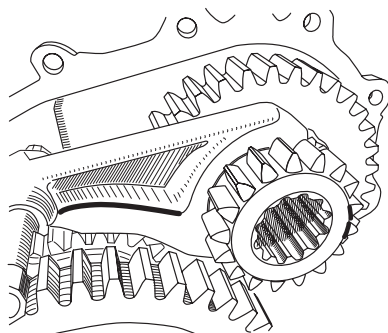

Рис. 12
7. Если в РК используется усиленная вилка включения пониженной передачи, то для комплекта с понижением 4.3 её ребро (Рис. 12 выделено жирной линией) подлежит доработке. Данное ребро мешает включению пониженной передачи.